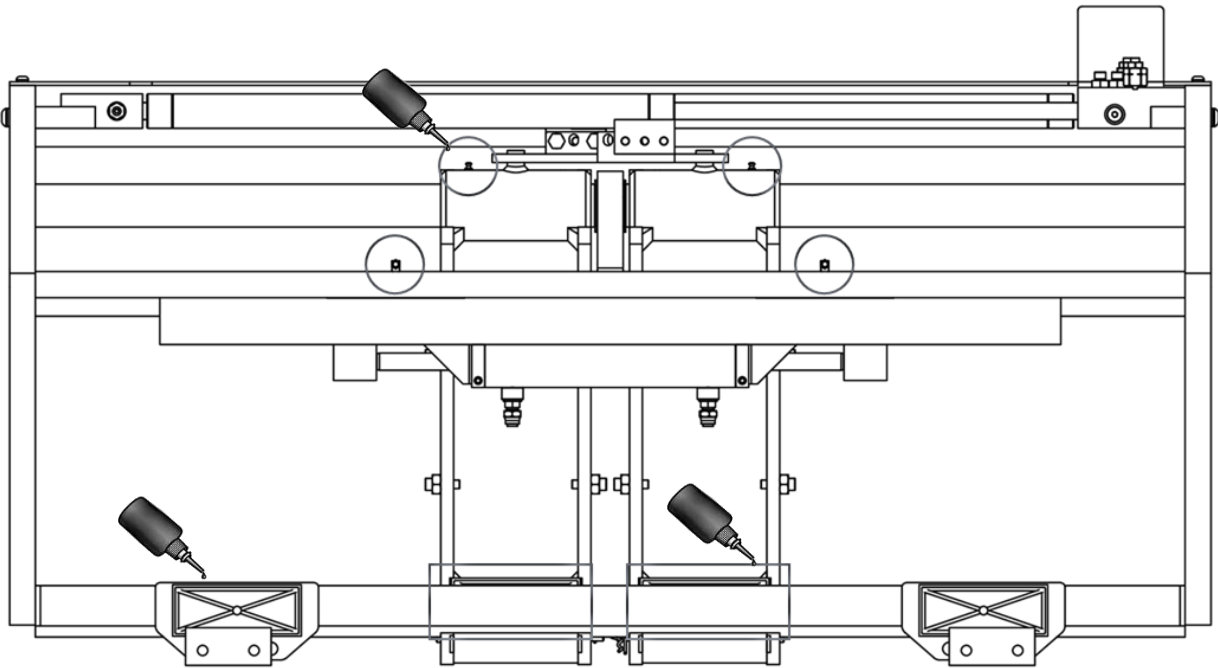

Figura 32
1. Lubrificare i componenti di scorrimento mediante gli appositi ingrassatori (vedi *Figura 32*).
2. Lubrificare i lardoni e la relativa barra di scorrimento (vedi *Figura 32*).